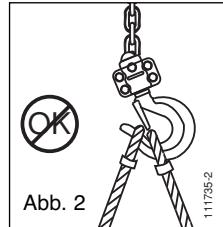

Abb. 2
1. Überprüfen, daß der tralift™ Hebelzug korrekt am Gerätehaken (Pos. 5, Abb. 1) angeschlagen und die Sicherungsklappe des Gerätehakens (Pos. 6, Abb. 1) geschlossen ist (siehe Abb. 2 und 3).
1. Das Anschlagmittel für die Last muß im Hakengrund liegen und darf das Schließen der Sicherheitsklappe nicht behindern (siehe Abb. 2 und 3).